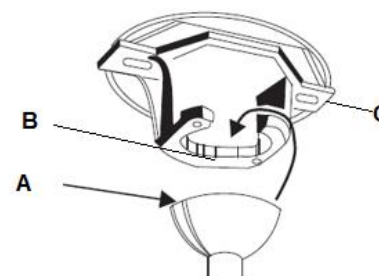

Imagen 10
Levante el conjunto del ventilador y móntelo en el soporte de techo. Asegúrese de que la ranura de llave (A) de la junta esférica esté posicionada sobre la clavija de llave (B) del soporte de techo (C) para evitar la rotación del ventilador cuando esté funcionando. **Imagen 10**